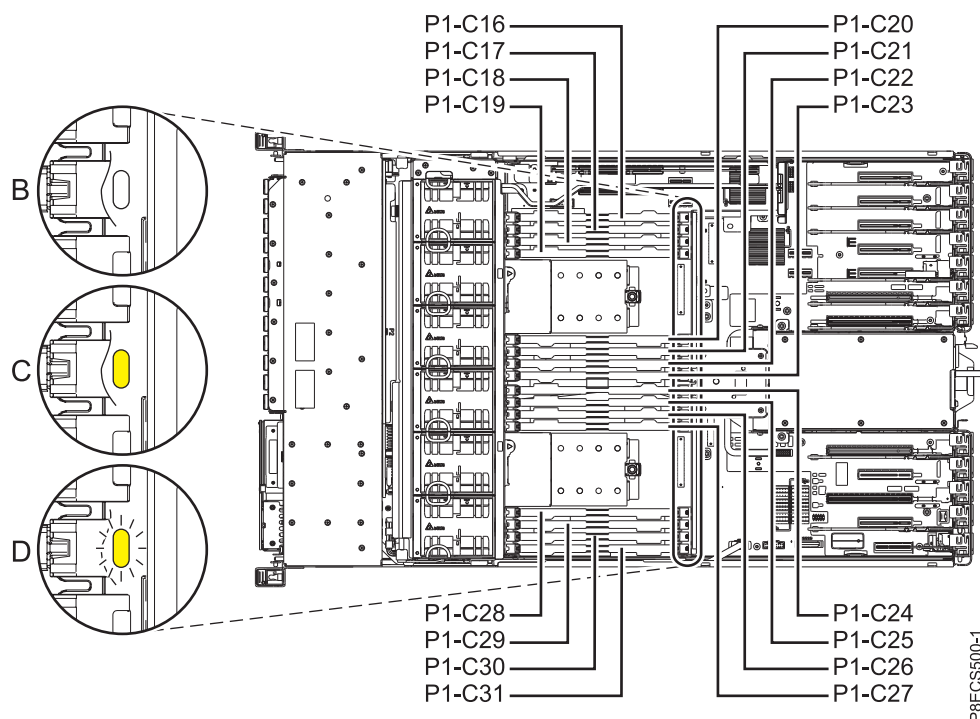

Figure 9. Voyants pour un module de mémoire opérationnel et défaillant
- f. Vérifiez que le voyant orange pour le module de mémoire remplacé est **éteint**, comme illustré dans (B) dans la figure 9, à la page 15.